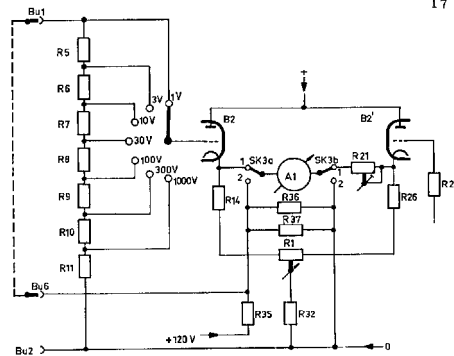

Fig. 7. Lijchakeling
F. De ijschakeling (fig. 7)
In fig. 7 staat SK3 in de stand "meten". Als R21 goed is ingesteld, zal de meter nauwkeurig de grootte van een op BU1 aangesloten spanning aangeven.